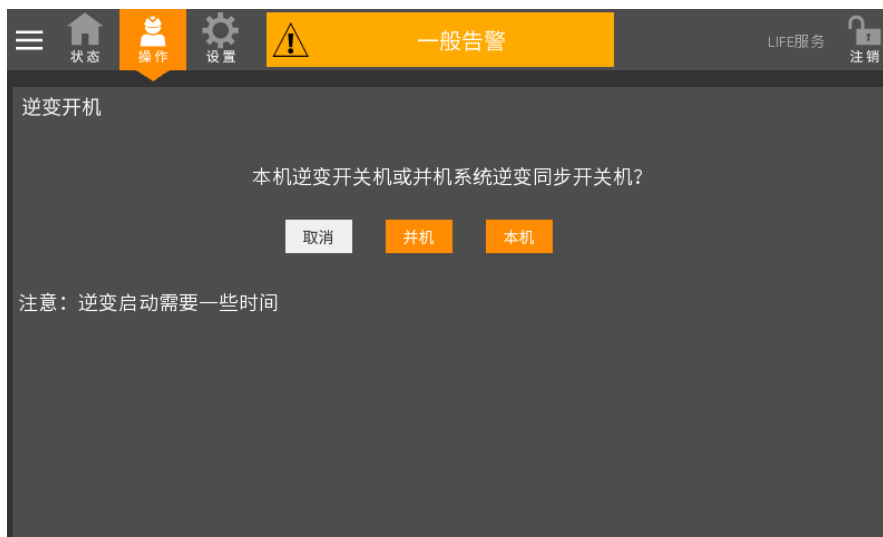

图7-5 并机系统 UPS 同步开机
3. 待单机整流器功率流流动时，闭合电池开关，在触摸屏上进行开机操作。在图 7-5 的界面时选择本机。单机逆变启动，数秒后单机进入并机系统工作。